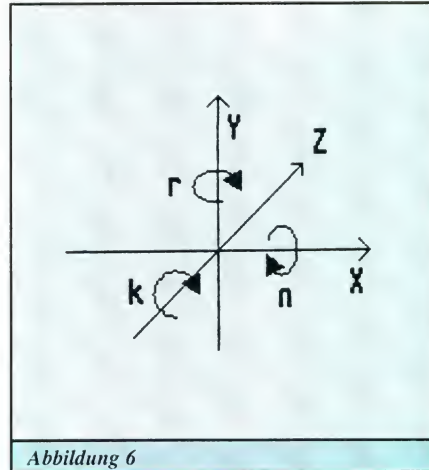

Abbildung 6
Benötigt wird lediglich die Berechnung von ZKREUZ, die Formeln für X und Y stehen nur der Vollständigkeit halber hier. Nun soll sich unser Objekt ja nicht nur auf Geraden über den Bildschirm hin und her bewegen können. Eine Möglichkeit, das Objekt nach Belieben zu kippen und zu drehen, verhilft ihm zu größerer Anschaulichkeit. Dies ist am einfachsten durch eine Drehung an den Koordinatenachsen zu erreichen, indem die einfache Formel zum Drehen von zweidimensionalen Punkten (siehe unter Formel (4)), in das Dreidimensionale übertragen wird. Hier gibt es dann drei mögliche Drehungswinkel, die Neigung, die Richtung und die Kippung (NRK). Abbildung 6 zeigt den Sachverhalt. Durch dreimaliges Einsetzen der Formel (4) entsteht ein Formelmonster, das durch Auflösen zu den Eingangskomponenten (X,Y,Z) vereinfacht werden kann.